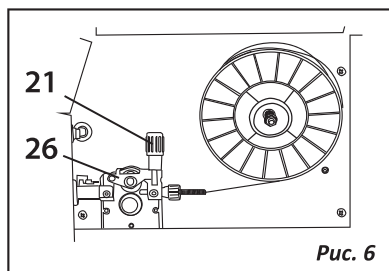

Рис. 6
6. Установка сварочной проволоки (Рис. 6)
2. Для того чтобы заправить сварочную проволоку в отверстие подачи, она должна находиться под катушкой, а не над ней (Рис.6).